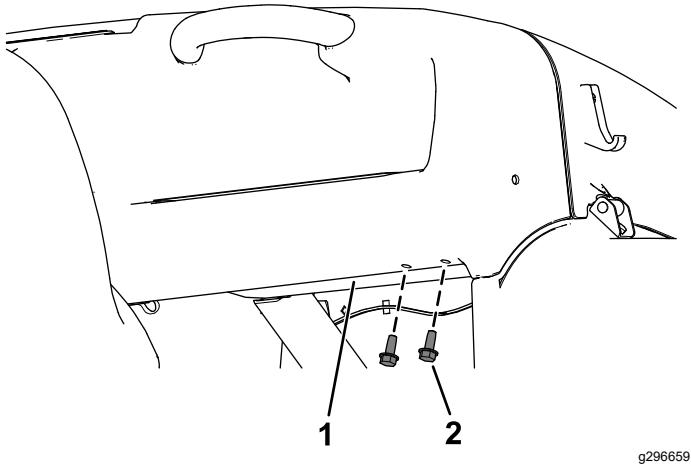

Bild 24
- A. Entfernen Sie die beiden Schrauben (5/16" x 3/4") mit denen das Armaturenbrett am Fahrzeugrahmen befestigt ist (Bild 24).